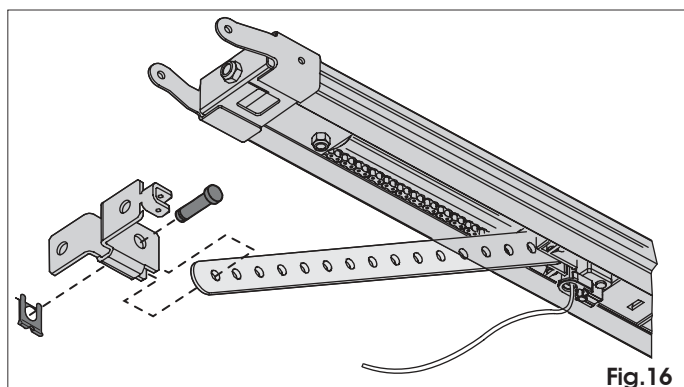
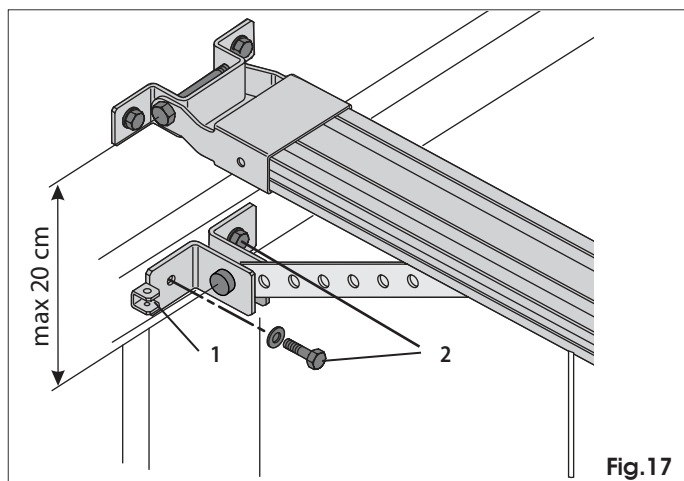
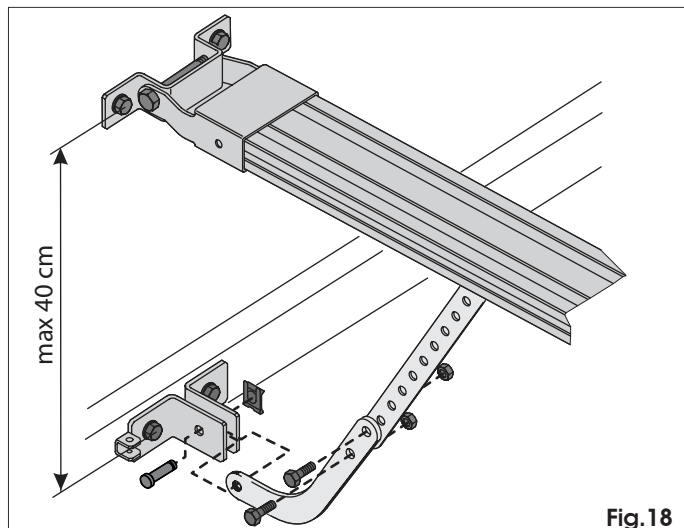

Fig. 16
Fig. 17
Fig. 18
- 1) Zmontować mocowanie z ramieniem wózka (Rys. 16). Ustawić mocowanie na drzwiach tak, aby pętla linki odblokowania była skierowana w lewą stronę drzwi (odn. 1 Rys. 17).
- 4) Sprawdzić, czy odległość pomiędzy rozstawami otworów montażowych mocowania przedniego i mocowania na drzwiach nie przekracza 20 cm (Rys. 17). Aby automatyka działała prawidłowo, zaleca się unikanie nachyleń ramienia większych niż 30° w stosunku do prowadnicy przesuwnej. W przypadku użycia zakrzywionego ramienia do drzwi segmentowych (opcja), należy wykonać montaż z ramieniem prostym wózka, jak wskazano na Rys. 18. Aby poprawić skuteczność systemu zapobiegającego zgnieceniu, zaleca się zamontowanie mocowania na drzwiach segmentowych możliwie jak najniżej, nie przekraczając jednak odległości 40 cm od przedniego mocowania napędu (Rys. 18).
- 5) Zaznaczyć, wywiercić i zamocować mocowanie do drzwi za pomocą śrub (odn. 2 Rys. 17) **NIE** dostarczonych w wyposażeniu.